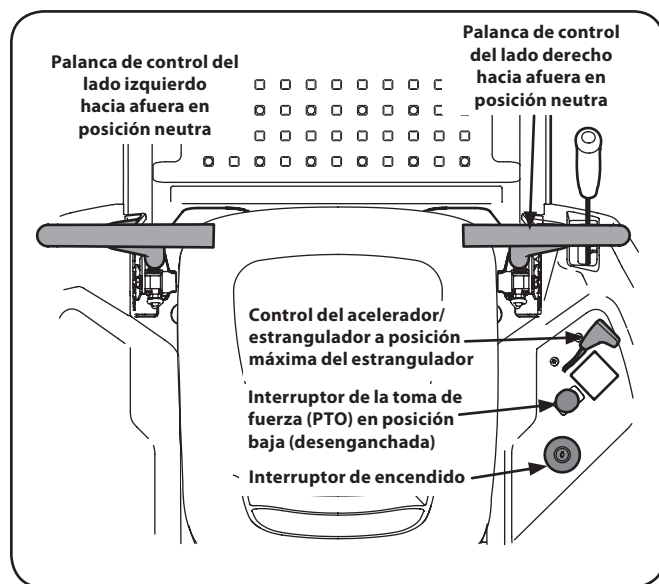

Figure 5-1
2. Verifique que el interruptor de la toma de fuerza (PTO) se encuentre en posición desactivada (abajo). Consulte la Fig. 5-1.
3. Mueva el control del acelerador/estrangulador a la posición máxima del estrangulador. Consulte la Fig. 5-1.